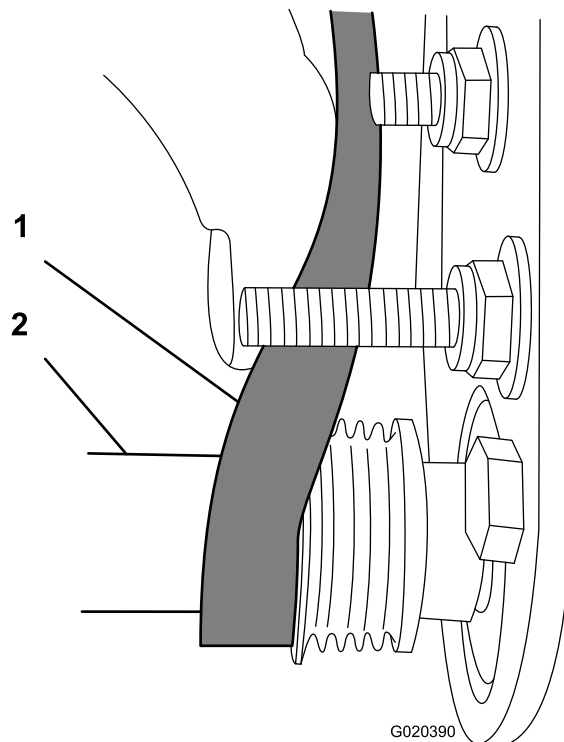

図 25
- C. 9/16 インチ深穴ソケットを使ってブラシアセンブリを回転させながら、ベルトを受動プーリに掛けまわす 図 25。